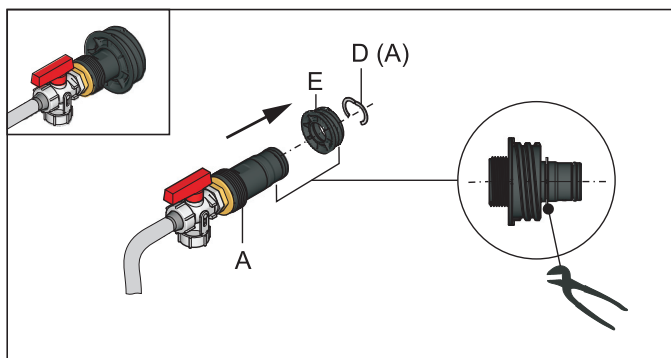

Fig. 5-3 Completamento del raccordo di riempimento KFE
- 3 Innestare il raccordo di riempimento KFE nel raccordo filettato (fig. 5-3, pos. E) e bloccarlo con il morsetto (fig. 5-3, pos. D).